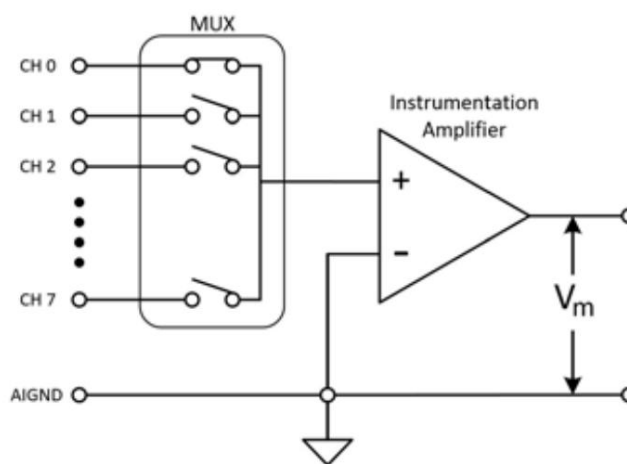

Figura 4. O canal de referência comum de um sistema GRSE ou RSE está conectado ao terra do instrumento.
As configurações de terminação única são geralmente a configuração padrão para instrumentos. Elas diferem das configurações diferenciais porque apenas um canal de entrada analógica é necessário para a medição. Todos os canais do instrumento usam a entrada negativa do amplificador de instrumentação como referência comum, conforme ilustrado na Figura 4. Como as configurações de terminação única usam apenas uma entrada, elas podem realizar o dobro de medições em comparação com um sistema de configuração diferencial com o mesmo número de canais físicos. Por outro lado, isso torna as medições de terminação única suscetíveis a loops de terra, o que pode diminuir a precisão das medições.
• Os sistemas RSE (Regional System Equipment) ou RSE (Regional System Equipment) com aterramento (GRSE) possuem o canal de referência comum conectado ao terra do instrumento. No exemplo de sistema RSE mostrado na Figura 4, o canal de terra do instrumento é identificado como AI GND.